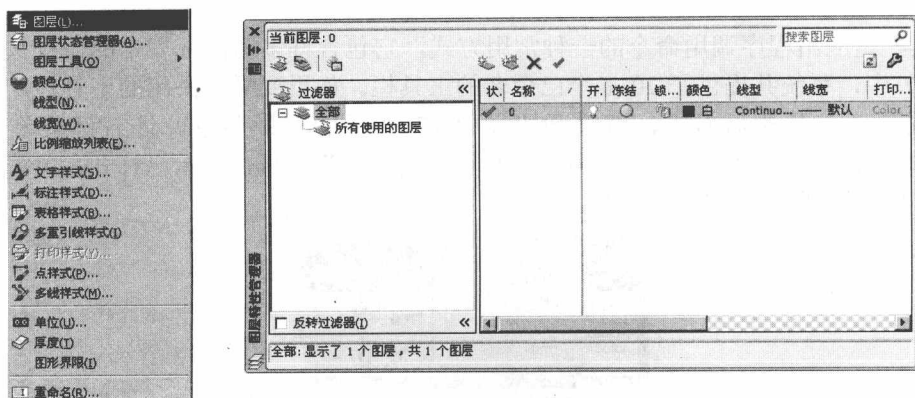

图 1.14 对话框界面
- 对话框菜单项：菜单项的右侧有三点省略号，单击此菜单项后弹出对话框，如图 1.14 所示。